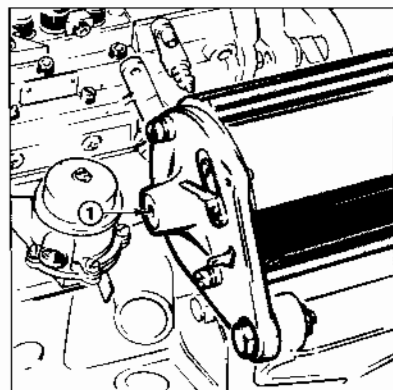

Fig. 16 Smøring av dynamoen
1. Før munningen av en oljekanne inn i smørehullet ved dynamoens bakerste lager (fig. 16) og sprøyt inn noen få dråper motorolje.